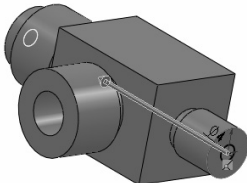

图 7-60 “切除-拉伸”属性管理器 2
12) 创建直径为 4 的孔。单击“特征”控制面板中的 $\text{H}$ （拉伸切除）按钮，或选择菜单栏中的“插入”→“凸台/基体”→“切除”命令，系统弹出“切除-拉伸”属性管理器；设定拉伸终止条件为“完全贯穿”，其他选项保持系统默认设置，如图 7-60 所示，单击 $\checkmark$ （确定）按钮，生成直径为 4 的孔。